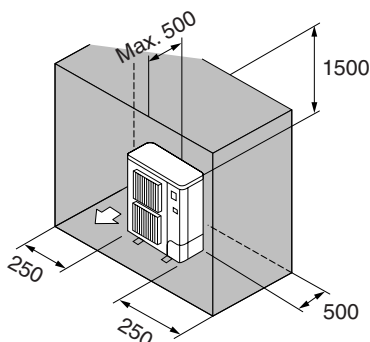

Fig. 2-7
- ⑥ Enbart hinder på baksidan, sidorna och ovsidan (Fig. 2-7)